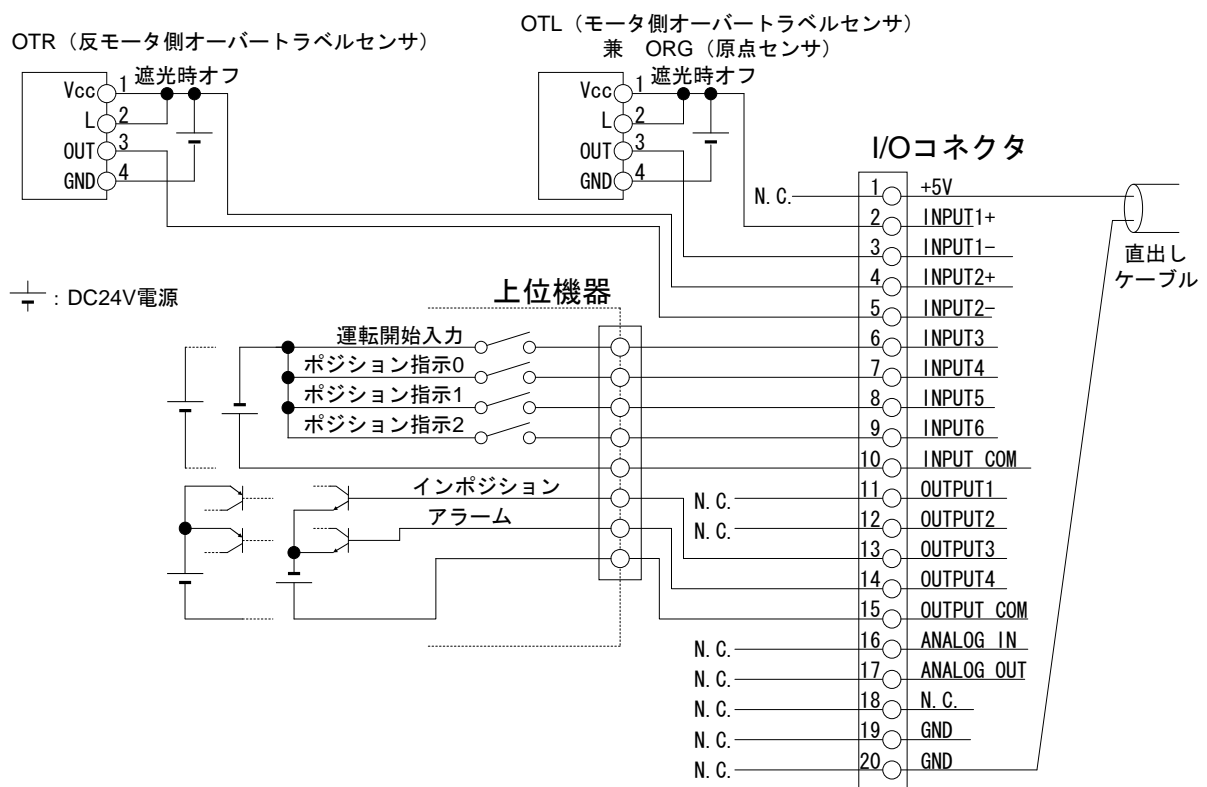

図 7.8 ポジション運転時 (オーバートラベルセンサ兼原点センサ設置) I/O コネクタ配線例
- 配線例を図 7.8 に示します。ポジション運転および簡易プログラム運転の概要については、「5.3 外部機器構成」を参照してください。
- 図 7.8 に配線例を示します。
INPUT1 に接続しているオーバートラベルセンサ（図 7.8 では OTL 兼 ORG）にドッグが差し掛かった場合は、その時点で緊急停止と認識されスライダが停止し、ステータス LED の青色が連続点灯したまま赤色が 6 回点滅している状態（緊急停止状態）となります。